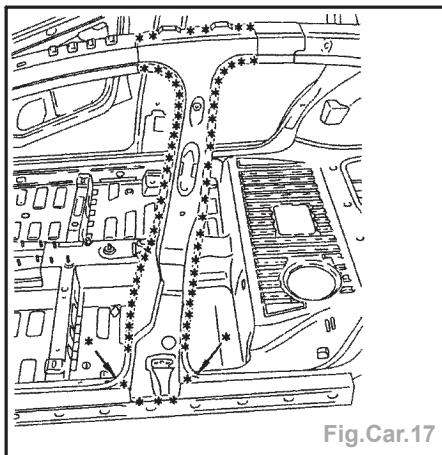

Fig.Car.17
- Dégraffer les points à l'aide d'une fraise de Ø 8 mm (Fig.Car.17/18).
- Souder par points électriques et par points bouchons MAG (Fig.Car.17/18).